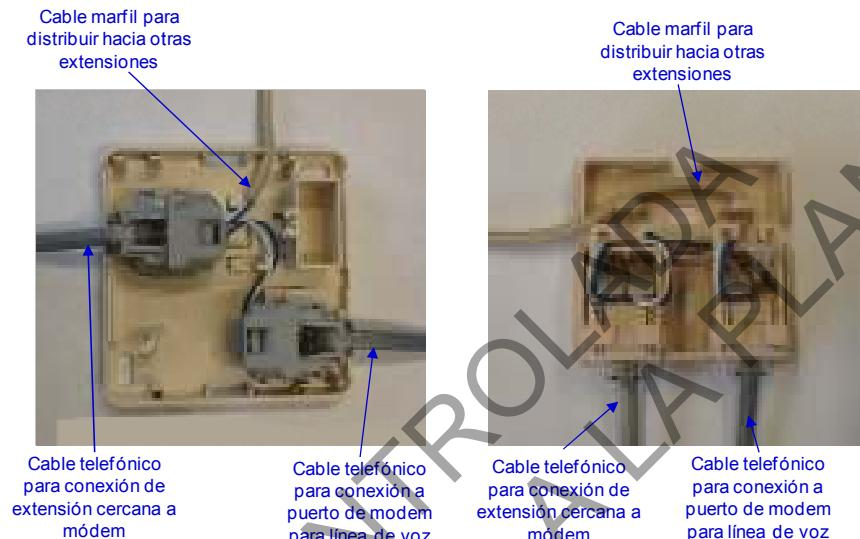

Figura 35.- Conexión de una línea de voz y cableado para extensiones con una trayectoria.
- a) Para conectar un aparato telefónico cercano al módem y continuar con la trayectoria para extensiones. Véase figura 35.